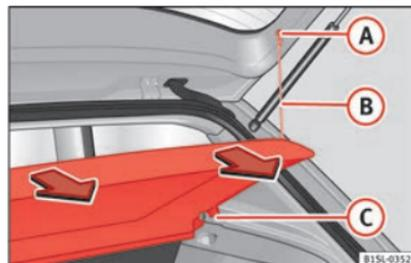

Abb. 137 Im Gepäckraum: Gepäckraumabdeckung aus- und einbauen.
- Hängen Sie die Streben » **Abb. 137 (B)** aus den Aufnahmen aus **(A)**.